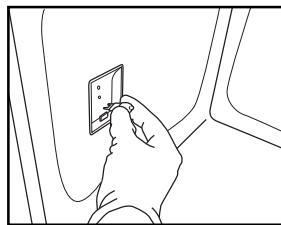

Fig.8
4. Skift pæren ud (se bemærkningen angående type) (fig. 8).